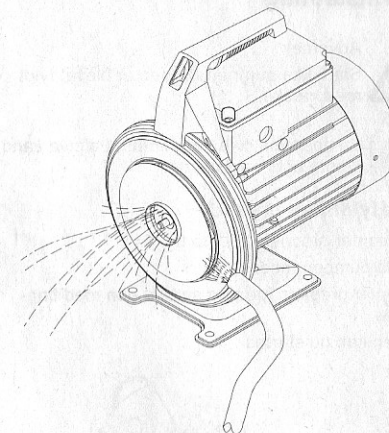

Fig. 7 Rengøring af løberen
3. Afmontrér skrue (pos. 93) og spændebånd (pos. 92) som holder pumpekappe (pos. 16).
4. Vip pumpekappe (pos. 16) fri af mellemstykket med en skruetrækker og tag den af.
5. Træk ejektor (pos. 14) ud af pumpekappen.
7. Kontrollér om løber (pos. 49) er tilsmudset. Hvis dette er tilfældet, rens da løberen (på stedet) med en blød børste eller vandstråle. Se fig. 7. Fasthold motorvingen for at forhindre løberen og akslen i at rotere.